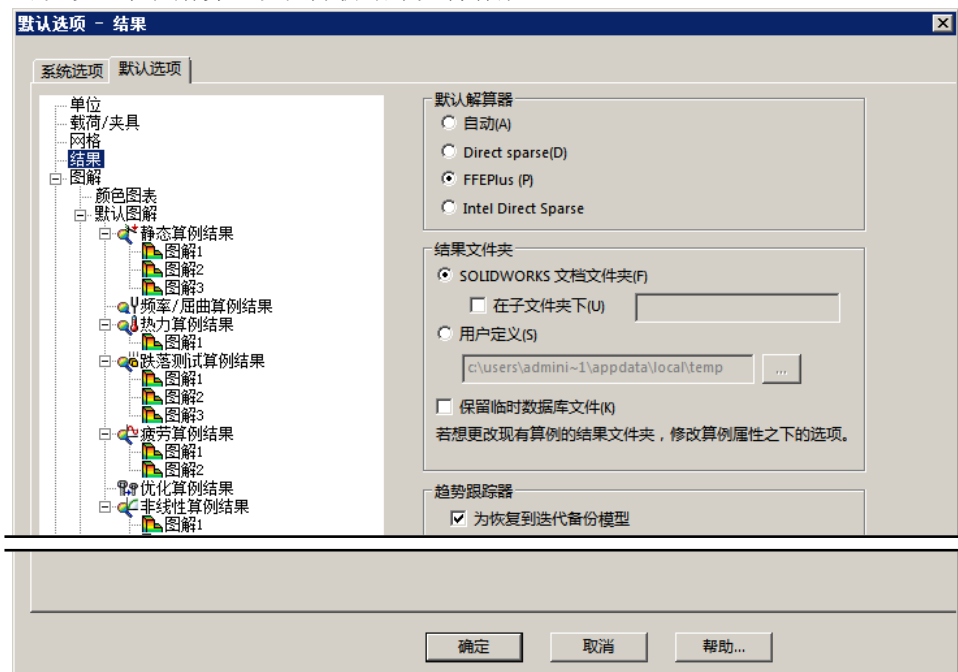

图 12.2.9 “默认选项-结果”对话框
Step7. 在 **默认选项** 选项卡左侧列表中选择 **结果** 选项, “默认选项-结果”对话框如图 12.2.9 所示。可以设置默认解算器以及分析结果文件存放地址。